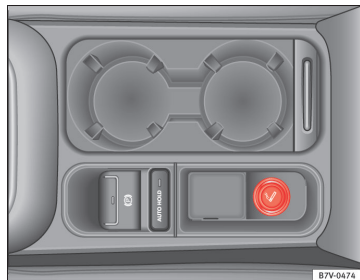

Fig. 119 I midterkonsollen foran: lighter
Afhængigt af bilens udstyr kan der være placeret en lighter i midterkonsollen foran ⇒ **Fig. 119** eller i opbevaringsrummet i midterkonsollen foran.
- Tryk lighterens knap ind, mens tændingen er tilsluttet ⇒ **Fig. 119**.